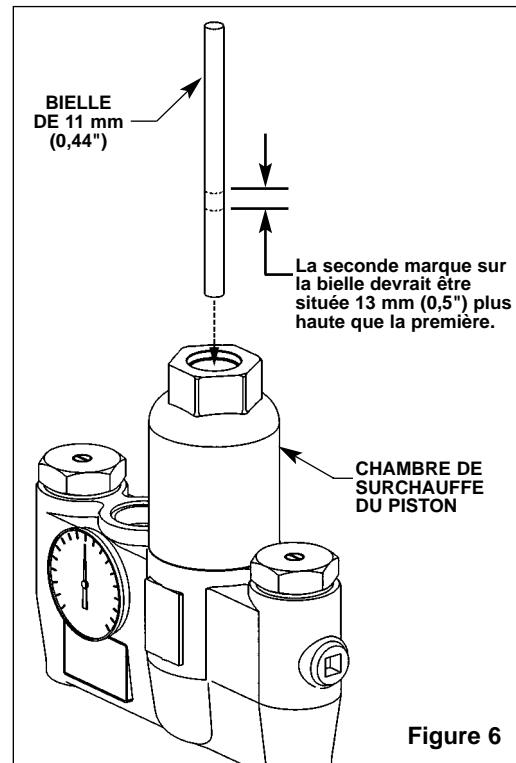

Figure 6
2. Insérer une bielle de 11 mm (0,44") de diamètre dans le robinet et dans la chambre de surchauffe du piston. Noter la longueur de la bielle dans le robinet (voir Figure 6).
3. Pousser la bielle, jusqu'à l'arrêt du piston et noter la nouvelle longueur [la nouvelle longueur devrait être plus longue que l'originale, environ 13 mm (0,5") de plus (voir Figure 6)]. Si la longueur n'est pas ce qu'elle devrait être, la course du piston ne se fait pas librement. Le piston et sa chemise nécessite un nettoyage. Nettoyer le piston et sa chemise selon la méthode suivante :